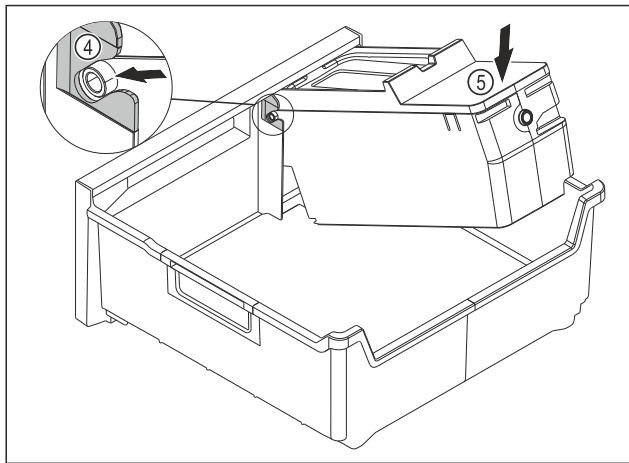

Fig. 93
- ▶ Montáž korpusu EasyTwist-Ice: Osi korpusu EasyTwist-Ice zasunúte do vedení Fig. 93 (4).
- ▶ Zatlačte korpus EasyTwist-Ice Fig. 93 (5) zozadu smerom nadol.